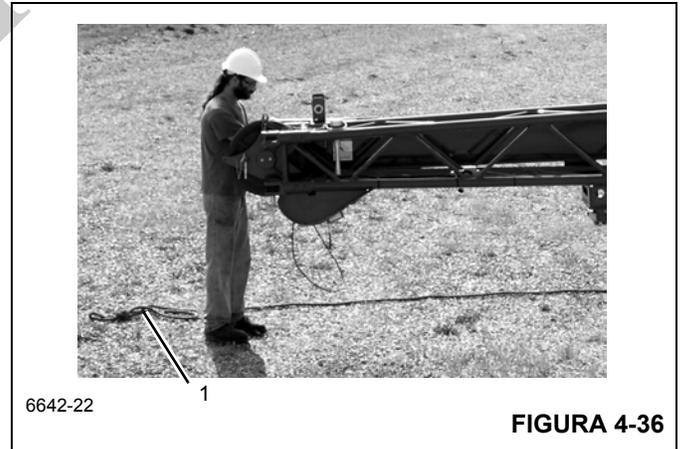

FIGURA 4-36
- 23. Baje la pluma y retire el cable guía (1) (Figura 4-36) de la punta de la extensión. La (Figura 4-36) ilustra las secciones de 7 m (23 pies) y 10.1 m (33 pies) juntas.